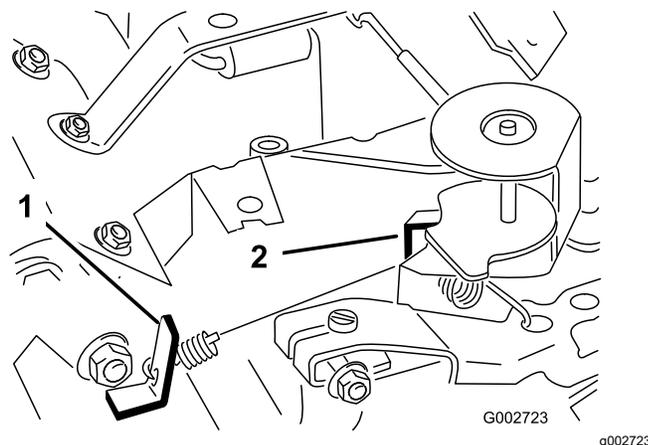

Figura 39
3. Piegate la linguetta di ancoraggio della molla regolata alla minima (Figura 39) per ottenere una minima di  $1725 \pm 50$  giri/min.
6. Piegate la linguetta di ancoraggio della molla della massima (Figura 39) per ottenere una velocità massima di  $3400 \pm 50$  giri/min.